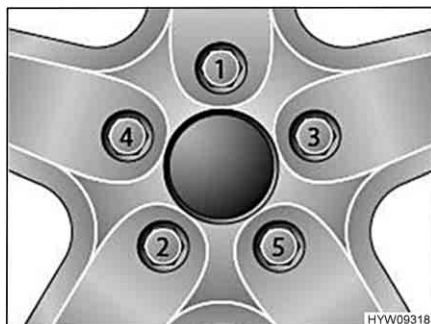

Fig. 219 Serraggio a croce di dadi delle ruote e bulloni delle ruote
- Serrare i dadi delle ruote o i bulloni delle ruote nell'ordine riportato in Fig. 219. A tale scopo, utilizzare una chiave dinamometrica e rispettare la coppia di serraggio indicata (vedi paragrafo 13.5.2).
- Controllare regolarmente il serraggio dei dadi o dei bulloni. Regolare il serraggio dei dadi delle ruote o dei bulloni delle ruote di una ruota sostituita dopo circa 50 km. A tale scopo, procedere seguendo l'ordine indicato in Fig. 219.
- Se si utilizzano cerchioni nuovi o riverniciati, regolare il serraggio dei bulloni o dei dadi dopo altri 1000 - 5000 km. A tale scopo, procedere seguendo l'ordine indicato in Fig. 219.
- ▷ Serrare a croce i dadi o i bulloni delle ruote (Fig. 219).